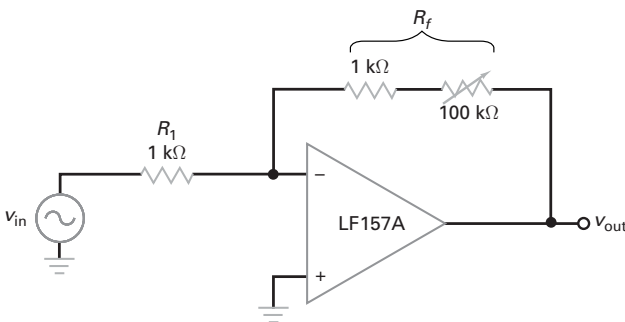

Figura 16-34
- 16-14** O resistor ajustável da Figura 16-34 pode ser ajustado de 0 a 100 kΩ. Calcule o ganho de tensão em malha fechada mínimo e máximo, bem como a largura de banda.